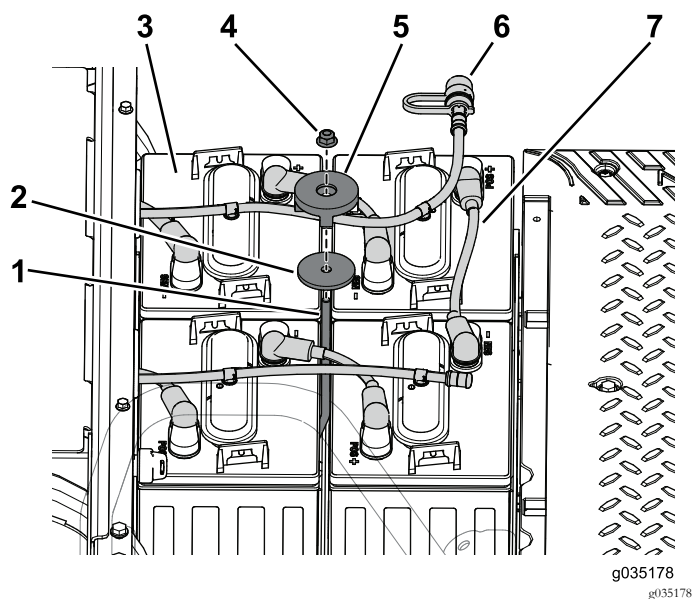

Bild 57
1. Entfernen Sie die Bundmutter, die Befestigungsplatte der Batterie und die Scheibe, mit denen die Batterien am Batteriefach befestigt sind (Bild 57).
2. Schließen Sie den Wasserschlauch von den Batterien im vorderen Batteriefach ab (Bild 57).